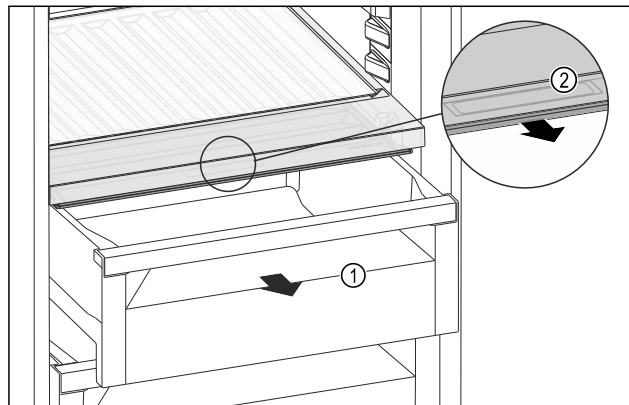

Fig. 170
- Izvlecite predal Fig. 170 (1).
- Primite prijemalno vdolbino Fig. 170 (2) na pokrovu predala in predal istočasno povlecite naprej.